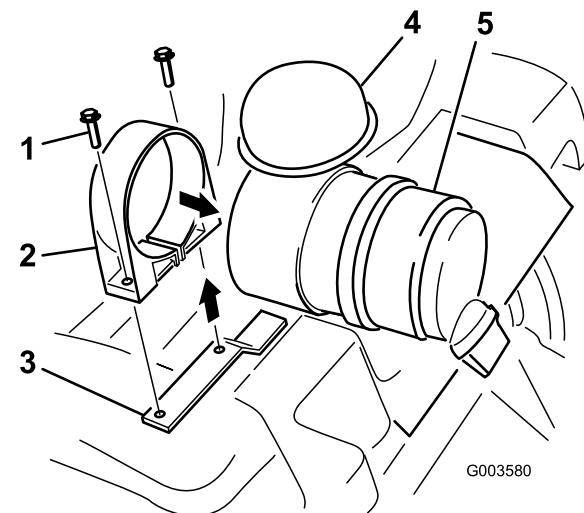

Bild 4
6. Öffnen Sie den Luftfilterriemen und ziehen Sie ihn über das Ende der Glocke, an dem Sie den Filter herausgenommen haben (Bild 4).